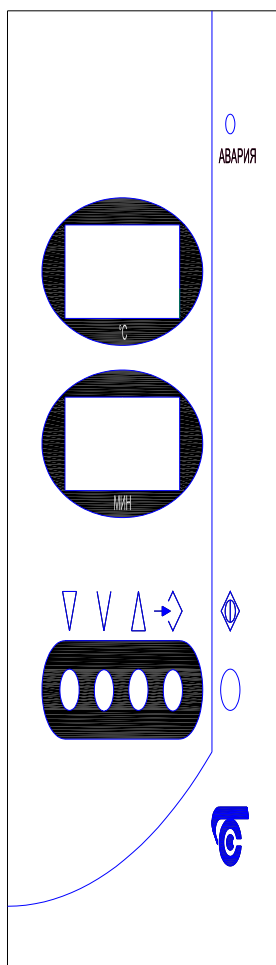

Рисунок 1 – Панель управления
10.4 Включить шкаф, с помощью выключателя сети, расположенного на боковой поверхности шкафа, при этом включатся вентиляторы, на индикаторах температуры «°C» панели управления (рисунок 1) появится текущая температура в камере.